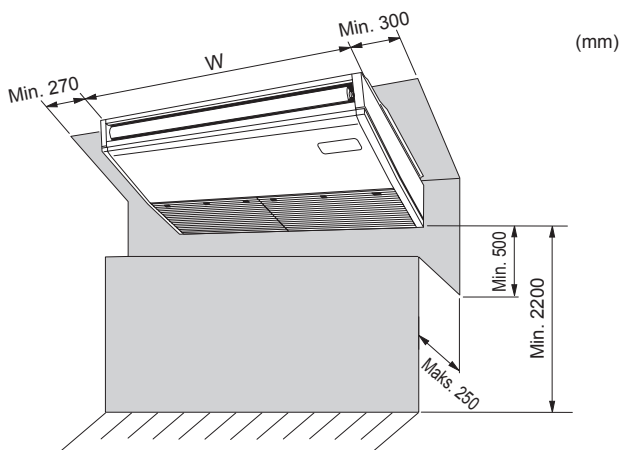

Fig. 2-1
2.1. Wymiary gabarytowe (jednostki wewnętrznej) (Fig. 2-1)